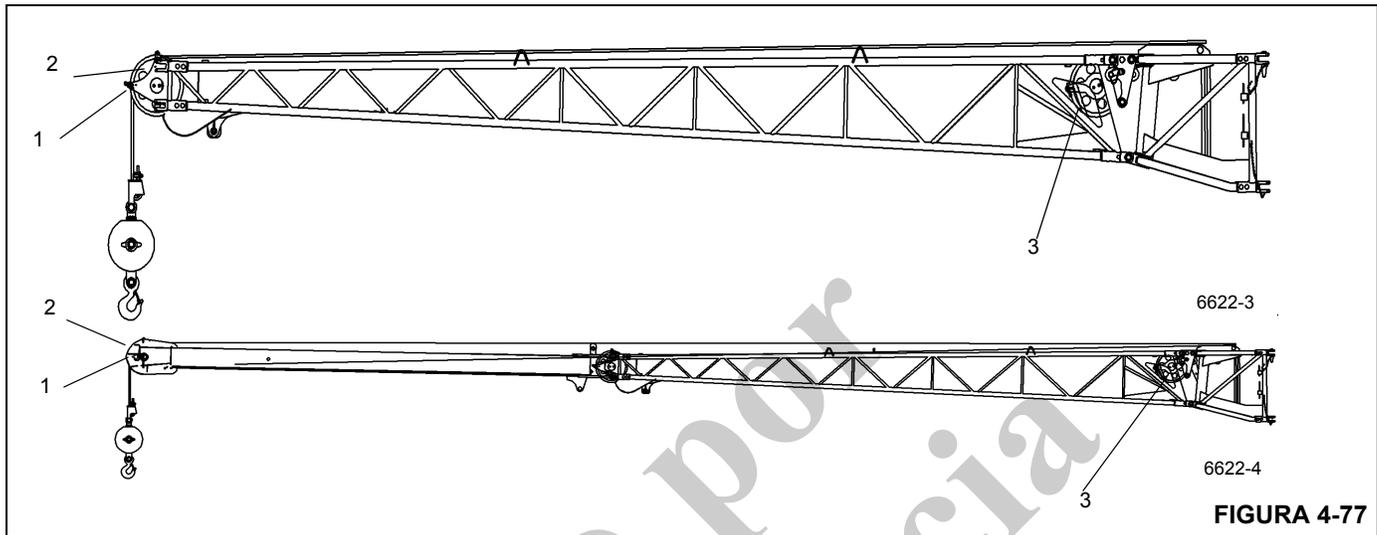

FIGURA 4-77
NOTA: Para un descentramiento nulo (0°), deje el mástil en la posición de almacenamiento, como se ilustra en la Figura 4-77.
- Retire la varilla y los rodillos que sostienen el cable de elevación (1) (Figura 4-77).
- Guíe el cable de elevación por las poleas deflectoras (3), si se usan, y por la polea de cabeza (2) en la sección de 10.1 m (33 pies) o en la sección de 7 m (23 pies). Vuelva a colocar en su lugar todas las varillas y rodillos que sostienen el cable de elevación y fíjelos con pasadores de retención.